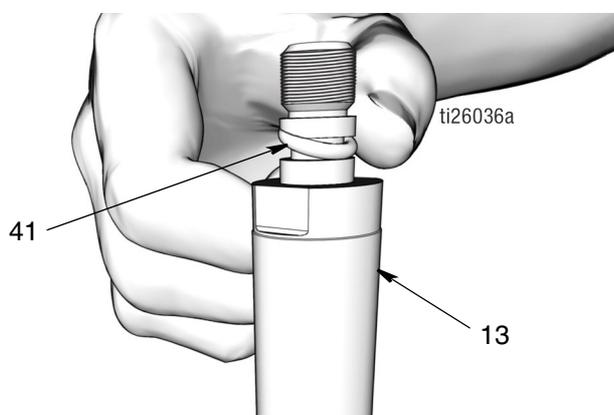

FIG. 49
- Utilizzare un panno pulito per pulire l'asta del pistone (13) e il pistone (6) e rimuovere sporco o contaminanti. Ispezionare le superfici per verificare l'eventuale presenza di graffi e/o danni. Sostituire le parti danneggiate.
- Applicare un sottile strato di grasso all'O-ring (41). Montare l'O-ring sulle scanalature dell'asta del pistone (13) (FIG. 49).